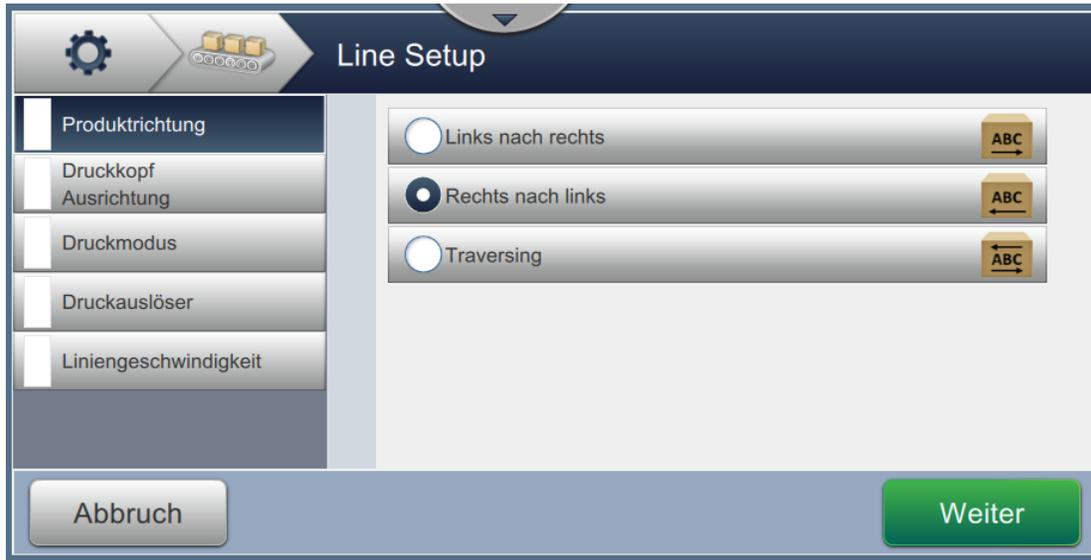

Abbildung 6-28: Einstellungen für die Linieneinrichtung.
- Um die Linieneinrichtung zu konfigurieren, befolgen Sie die Schritte, um die Einstellungen schrittweise nacheinander durchzugehen und die gewünschte Option auszuwählen, wie dargestellt in Abbildung 6-28.
- Berühren Sie die Option *Produktrichtung* auf dem Bildschirm für die Einstellungen zur Linieneinrichtung, wie dargestellt in Abbildung 6-28.